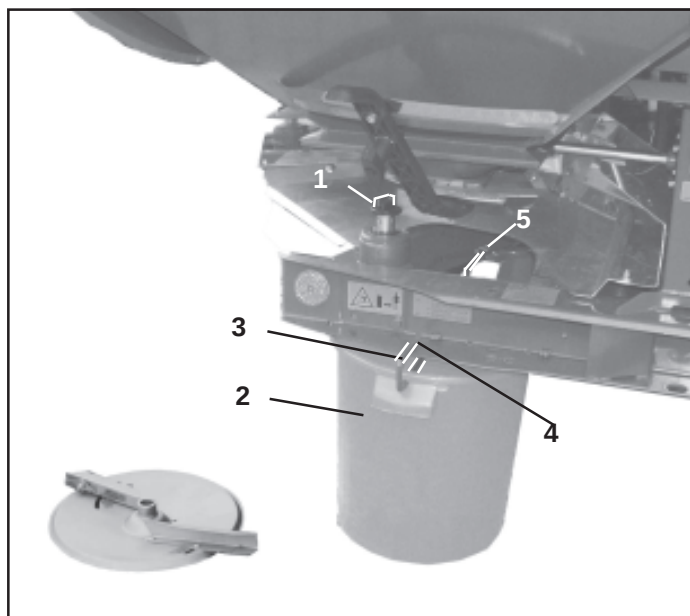

Fig. 11.5
- vleugelmoer (fig. 11.5/1) voor bevestiging van de linker strooischotel losdraaien en de strooischotel wegnemen,
- afdraai-emmer (fig. 11.5/2) met de beugel (fig. 11.5/3) aan de achterste haak (fig. 11.5/5) en aan de voorste haak (fig. 11.5/4) van het frame ophangen.